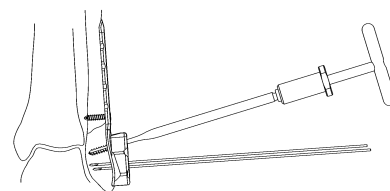

図 16
15) 骨質が硬い場合は、1.3 ガイドピンを介して、後端に T ハンドルを接続した 4.0LCCS 用タップにてプレタップを行います。(図 16)